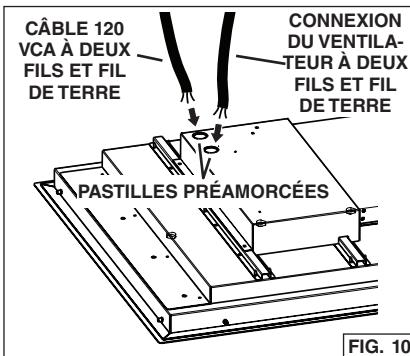

FIG. 10
- Acheminez un câble d'alimentation électrique à deux fils (plus un fil de terre) jusqu'à une ouverture préamorcée de 19 mm (3/4 po) à l'arrière de la hotte. Fig. 10.